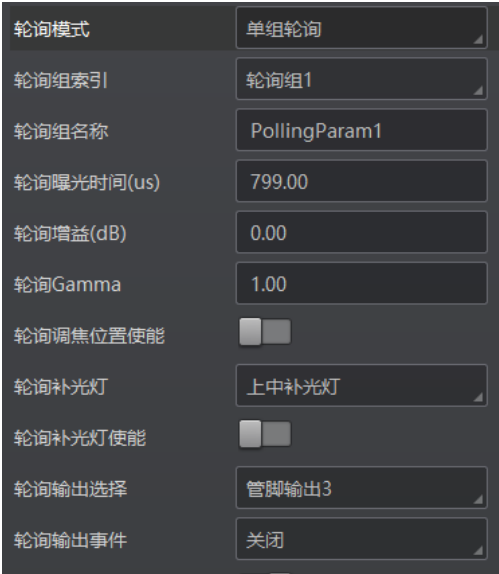

图4-14 单组轮询模式
1. 通过轮询模式参数下拉选择单组轮询，如图 4-14 所示。